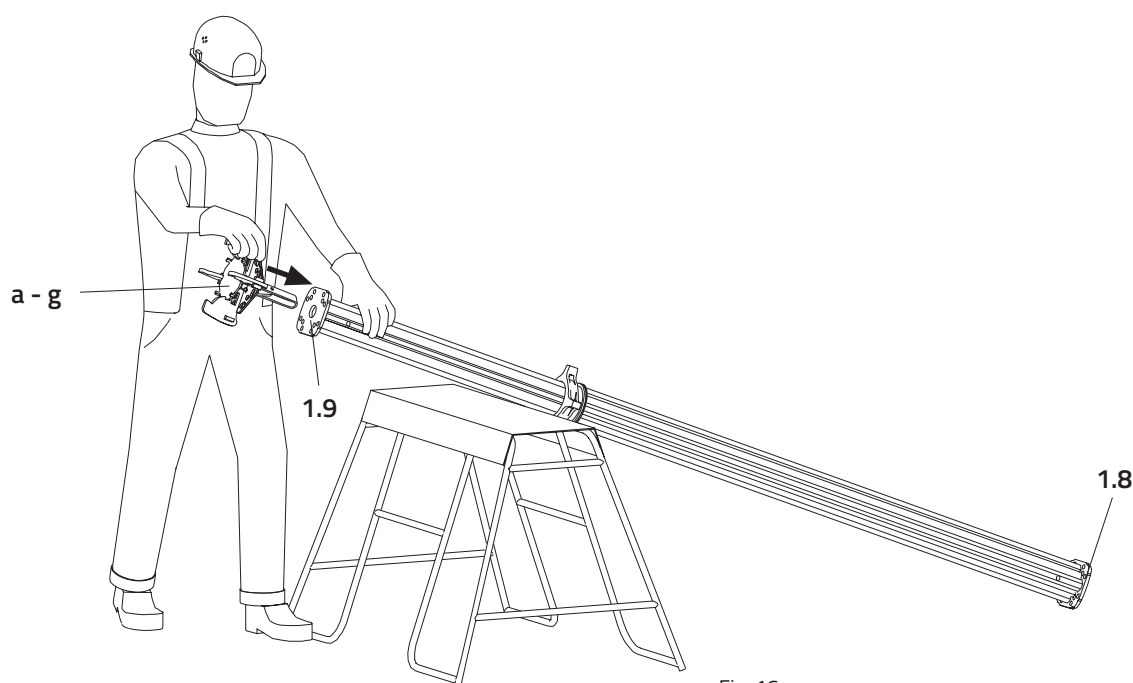

Fig. 16
2. Lad spærrelinken gå i indgreb eller fastgør topgaflen med dorn med klemfjeder. **Fig. 16**